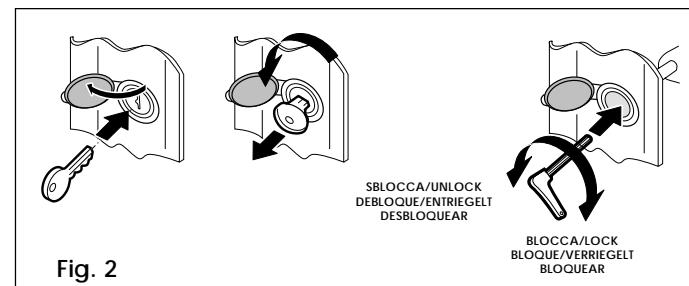

Fig. 2
- From outside (Fig. 2)
Encombrement motoréducteur LxHxP(mm)	voir Fig. 2